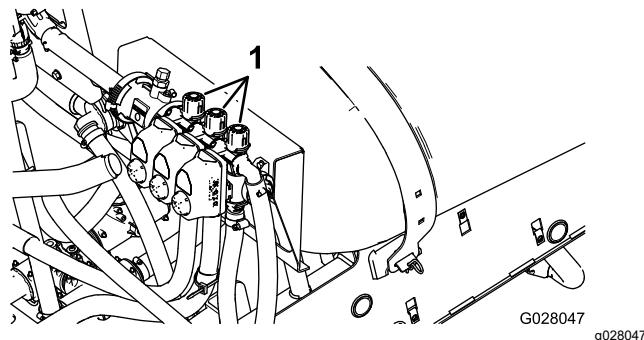

Figure 70
2. Désactivez la section gauche et réglez le bouton de dérivation de la section gauche (Figure 70) jusqu'à ce que la pression indiquée corresponde à celle réglée précédemment (généralement 2,75 bar).
4. Réglez la vanne de dérivation de la section droite (Figure 70) jusqu'à ce que la pression indiquée corresponde à celle réglée précédemment (généralement 2,75 bar).
6. Réglez la vanne de dérivation de la section centrale (Figure 70) jusqu'à ce que la pression indiquée corresponde à celle réglée précédemment (généralement 2,75 bar).